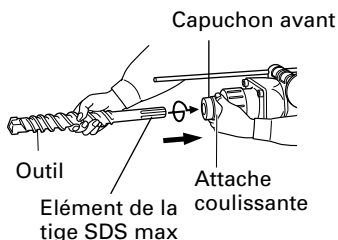

Fig. 2
(1) Nettoyer, puis graisser la queue de l'outil avec la graisse fournie à cet effet en tube vert.
- (2) Pour fixer l'outil (tige SDS max), l'insérer dans l'orifice jusqu'à ce qu'il touche l'extrémité intérieure de l'orifice comme indiqué sur la Fig. 2. Si l'on continue à tourner l'outil en exerçant une légère pression, l'on sentira un endroit où il y a un obstacle. A cet endroit, tirer l'attache coulissante dans le sens de la flèche et insérer l'outil à fond jusqu'à ce qu'il touche l'extrémité intérieure.